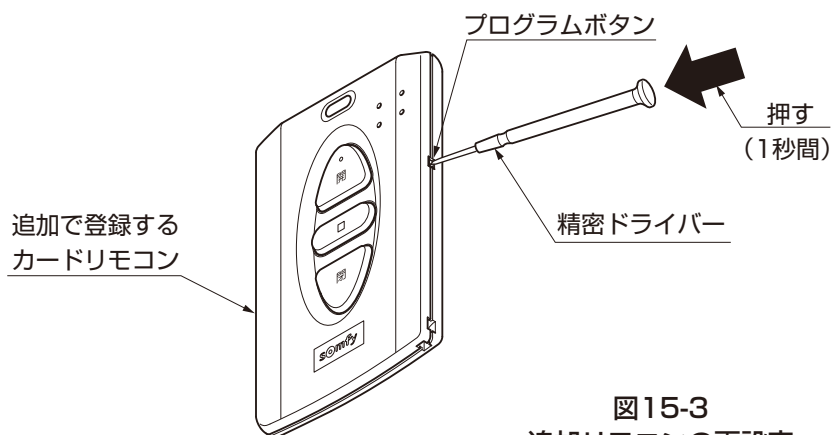

図15-3
- ②追加で登録するカードリモコンのプログラムボタンを、シャッターが小さく上下に動くまで、精密ドライバーなどで約1秒押しして再設定してください。（図15-3参照）